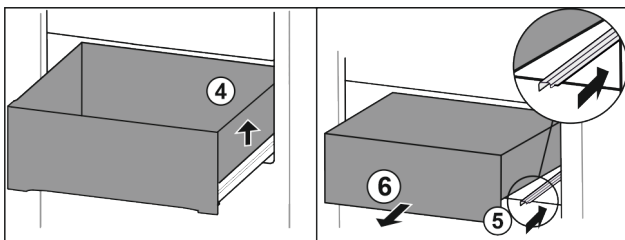

Fig. 78
- ▶ Nosta vetolaatikkoa oikealta. Fig. 78 (4)
- ▶ Työnnä oikea kisko paikalleen. Fig. 78 (5)
- ▶ Poista vetolaatikko vetämällä sitä eteenpäin. Fig. 78 (6)